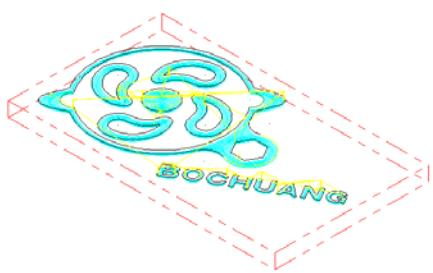

图 9-122 设置工件材料后的效果
- ⑫ 在“机器群组属性”对话框中单击“确定”按钮 ，完成设置工件材料后的效果如图 9-122 所示。